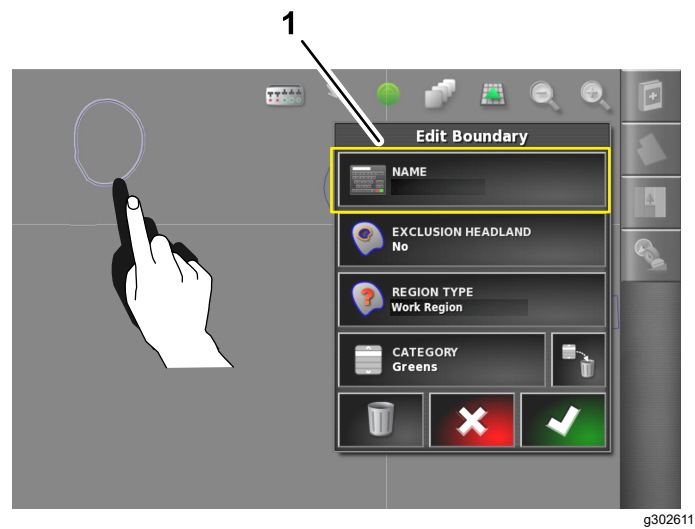

Figura 57
- Retire el dedo de la pantalla y se abre el cuadro de diálogo Editar perímetro (Figura 57).